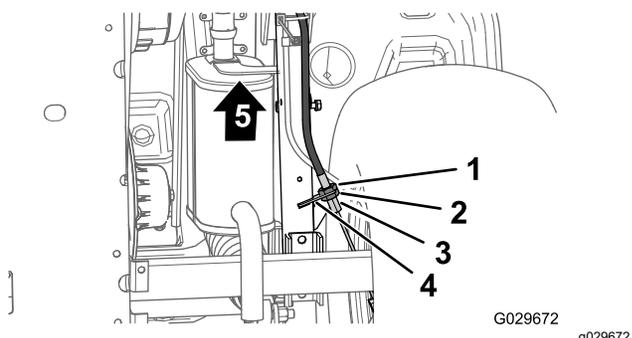

Рисунок 57
3. В нижней части машины ослабьте заднюю зажимную гайку резьбового регулятора троса стояночного тормоза на 4 оборота (Рисунок 57).
4. Затяните переднюю контргайку (Рисунок 57).
- A. Ослабьте затяжку передней зажимной гайки (Рисунок 57) на резьбовом регуляторе троса стояночного тормоза на один оборот.
- B. Затяните заднюю контргайку (Рисунок 57).
- A. Ослабьте затяжку задней зажимной гайки (Рисунок 57) на резьбовом регуляторе троса стояночного тормоза на один оборот.
- B. Затяните переднюю контргайку (Рисунок 57).